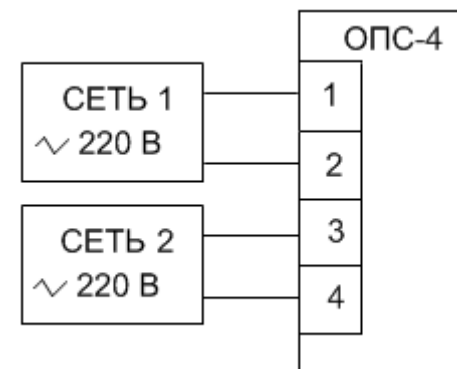

Рисунок 2
1.3.4 При подключении источника резервного питания использовать второй независимый ввод сети переменного тока (смотри рисунок 2).